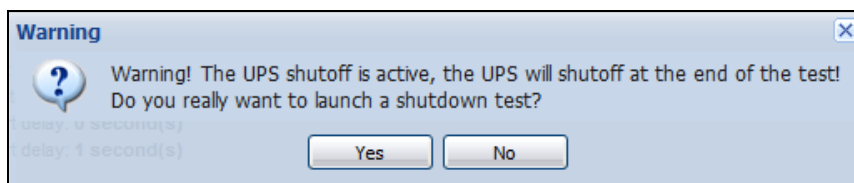

Figura 51. Messaggio di avvertenza prova di spegnimento
- Prova spegnimento (vedere Figura 51)
NOTA: Per Prova spegnimento, controllare le impostazioni per l'opzione di spegnimento dell'UPS per garantire il comportamento previsto: con l'opzione "arresto UPS" abilitata, la prova della sequenza di arresto comporterà l'arresto dell'UPS completo (vedere Figura 51).